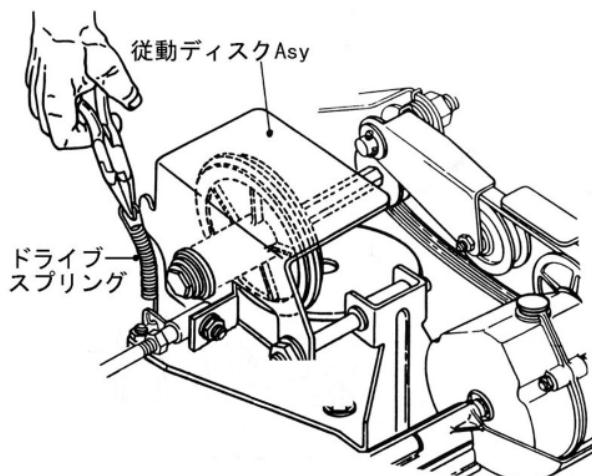

図3-5
- 従動ディスクASSYのドライブスプリングをブライヤーで外します。 (図3-5)
- 従動ディスクASSYのドライブスプリングを元のように、従動ディスクASSYに引っ掛けます。 (図3-5)